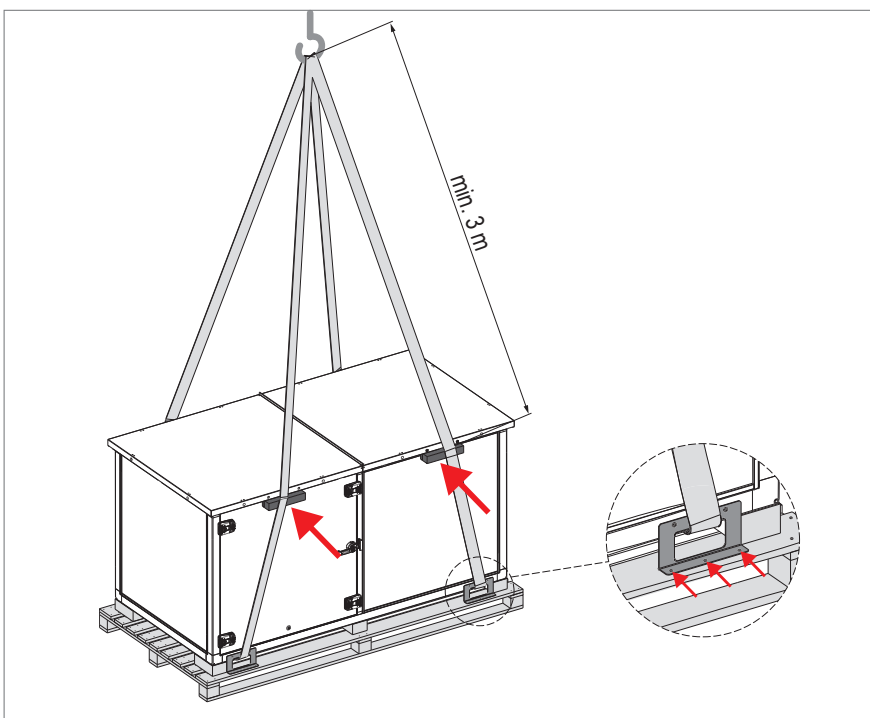

Fig. 27: Levage de l'appareil de toiture
- Fixer l'engin de levage (voir Fig. 27).